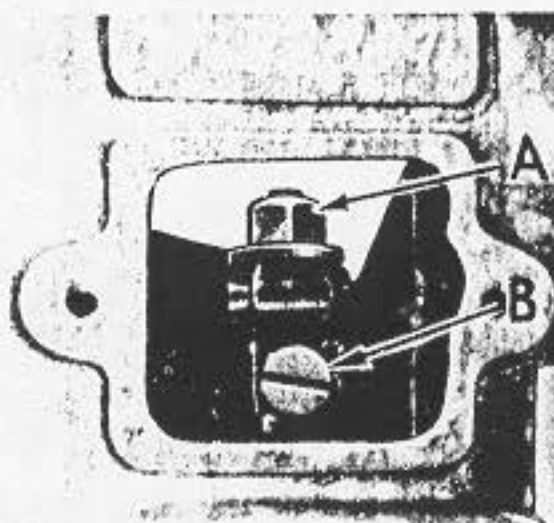

Fig.7
Die Stichverstellungsschraube B (Fig.7) wird zugänglich, wenn der Deckel unter der Seriennummer der Maschine abgeschraubt wird. Nach Lösen der Sechskantmutter A (Fig.7) kann die Stichverstellungsschraube B gedreht werden. Durch Rechtsdrehen wird die Stichlänge kürzer, durch Linksdrehen wird eine grössere Stichlänge erreicht. Nach Einstellung der gewünschten Stichlänge muß die Mutter A (Fig.7) wieder angezogen und der Deckel wieder aufgeschraubt werden.
To change the stitch length, remove the cover plate located on the back of the machine directly below the serial number. Loosen the lock nut (A, Fig.7) and turn screw (B) clockwise to shorten stitch or counter-clockwise to lengthen it. After desired stitch length has been obtained, re-tighten the lock nut and replace the cover.